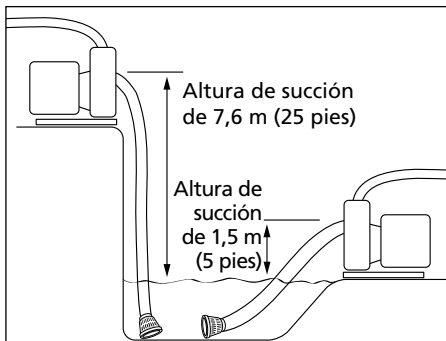

Figura 1
1. La bomba debe colocarse lo más cerca posible del líquido a bombear. Una bomba con una altura de succión de 7,5 m (25 pies) no eliminará agua tan rápidamente como una bomba con una altura de succión de 1,5 m (5 pies) (Figura 1). Además, el tiempo de cebado para una gran altura de succión es muy largo. No se recomiendan las alturas de succión superiores a 6 m (20 pies).